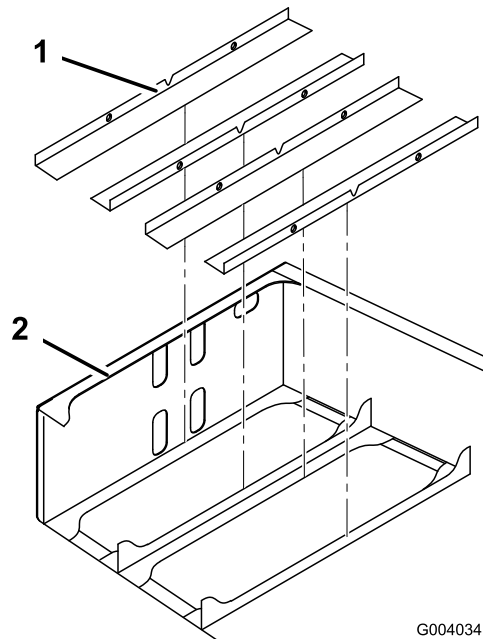

Bild 9
2. Setzen Sie die Batteriefachpolster in den hinteren Rahmen ein, siehe Bild 9.